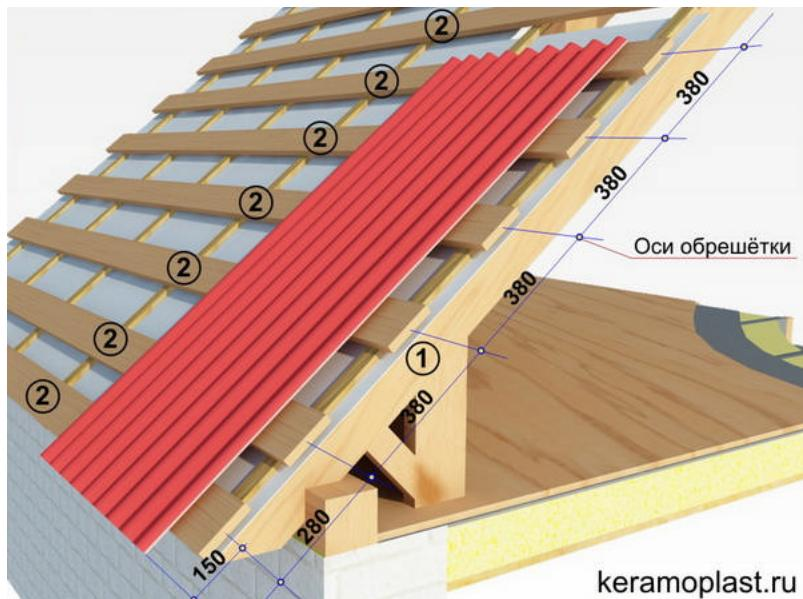

Рисунок 1
Монтаж листов волнистых **КЕРАМОПЛАСТ-2000** производится по обрешетке(2) выполненной из деревянной доски сечением 150x25 мм, предварительно смонтированной по стропильным балкам(1) сечением 150x50 мм с шагом 600 мм. Шаг обрешетки выдерживается постоянным - 380 мм независимо от угла наклона крыши (рис. 1).